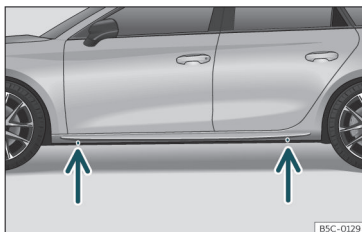

Abb. 38 Aufnahmeplätze für den Wagenheber.
• Suchen Sie am Längsträger die Markierung des Aufnahmepunktes für den Wagenheber (Eindrückung), die dem zu wechselnden Rad am nächsten liegt >>> **Abb. 38**.